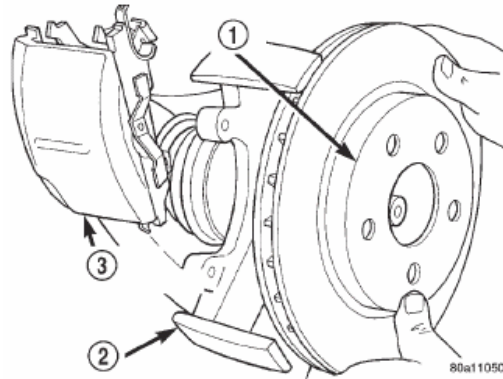

Fig. 21 Instalación del calibrador del freno de disco y del rotor
(10) Vuelva a instalar el disco de freno en el conjunto de maza y cojinete.
(11) Instale el conjunto de calibrador de frenos de disco en la articulación de la dirección. El calibrador se instala deslizando primero la parte superior del calibrador por debajo del tope superior en la articulación de la dirección. Luego se instala la parte inferior del calibrador contra el tope inferior de la articulación de la dirección (Fig. 21).